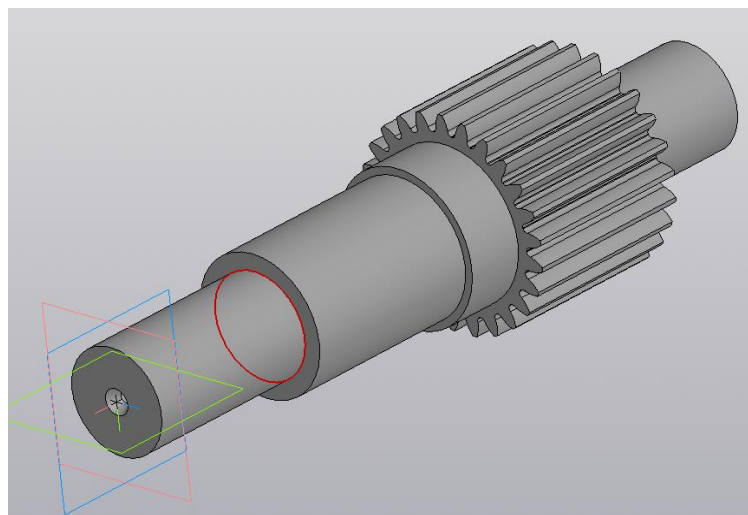

Рисунок 18 - Выбор ребра для построения канавки
- В окне модели укажите ребро в месте построения канавки (рисунок 18) и нажмите кнопку *Создать* . Система автоматически подберет параметры канавки.